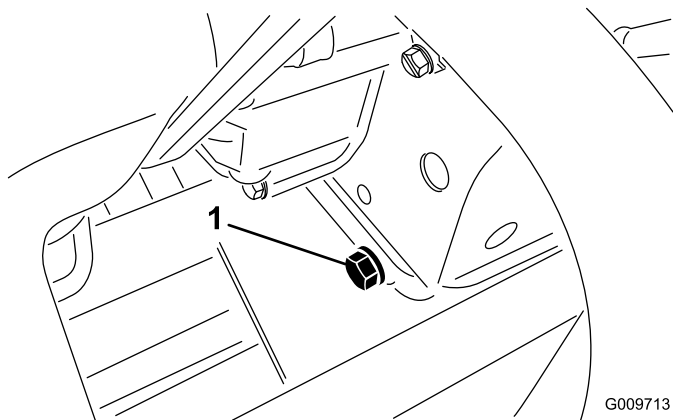

Figure 52
1. Enlevez le bouchon de vidange arrière (Figure 52) et laissez l'huile s'écouler dans un bac de vidange. Remettez le bouchon quand la vidange est terminée.